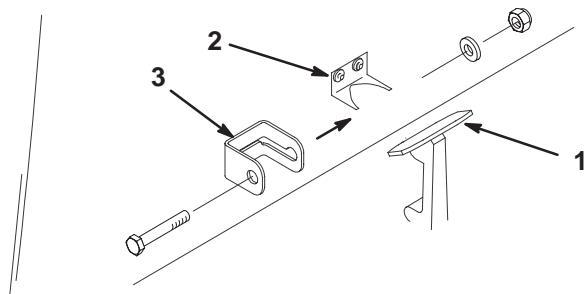

Figure 8
1. Décrochez le verrou du capot de son support (Fig. 8).
2. Glissez la patte de blocage du capot sur le verrou (Fig. 8).
3. Raccrochez le verrou sur le support du capot (Fig. 8).
4. Insérez un boulon (1/4 x 1-1/2") dans la patte de blocage du capot et fixez-la à l'aide d'une rondelle plate et d'un contre-écrou (Fig. 8).